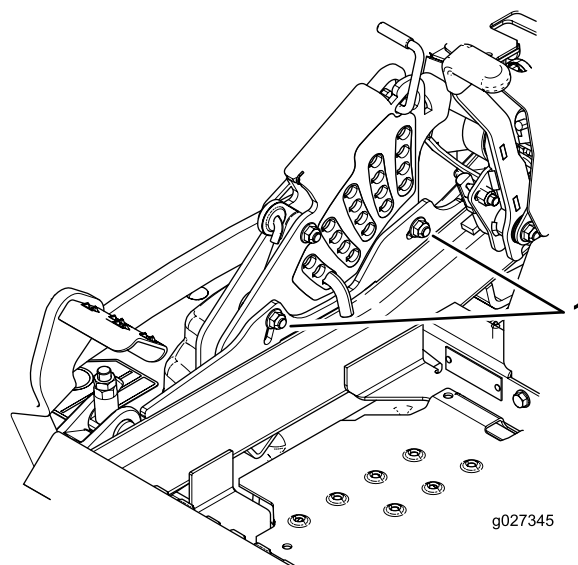

Figure 116
11. Pour régler le système monopoint, desserrez les 2 boulons au bas de la plaque de hauteur de coupe (Figure 116).
13. Serrez les 2 boulons au bas de la plaque de hauteur de coupe (Figure 116).